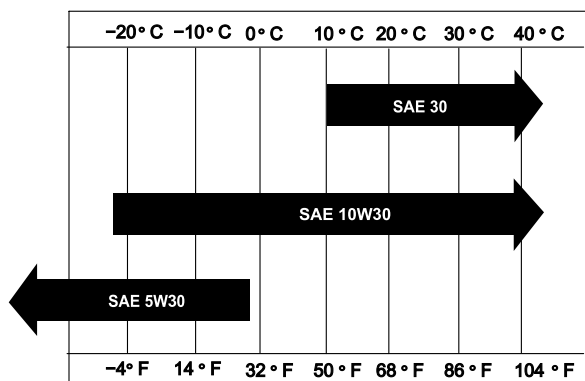

Рисунок 26
**Вязкость:** выберите вязкость масла в соответствии с температурой окружающего воздуха; см. Рисунок 26.